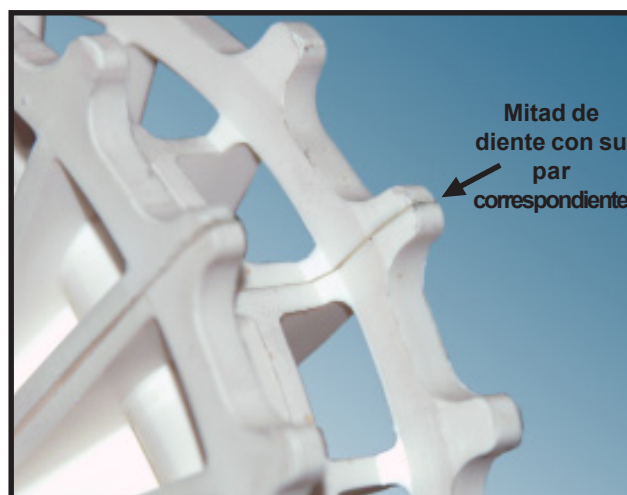

Figura 33A
Las ruedas dentadas utilizadas con el sistema transportador MultiSpan® están formadas por dos mitades de ruedas, montadas e instaladas sobre el eje motor y el eje loco del transportador. Dado que las ruedas tienen un número impar de dientes (21), las dos mitades no son simétricas. Las mitades de las ruedas dentadas deben orientarse de manera tal que coincidan adecuadamente las mitades de los dientes (*Figura 33A*), a fin de lograr el ajuste correcto de estas piezas.
Verifique que la mitad del diente de la mitad dentada superior coincide con la mitad del diente de la mitad dentada inferior (Figura 33A).